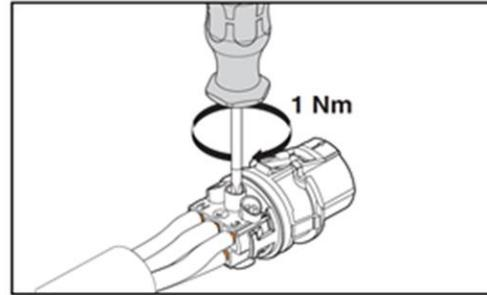

Abb. 17: Anziehen der Adern
- Ziehen sie die Schrauben am Kontaktträger mit 1 Nm an (: Adern auflegen Abb. 17).